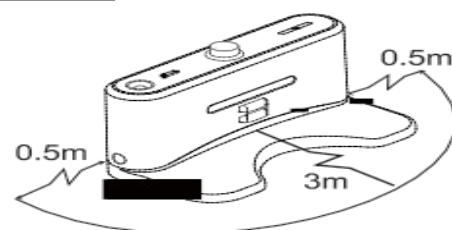

Рис. 1
2. Не должно быть никаких препятствий или углублений в пределах 3 м за и перед базой и 0,5 м справа и слева. (См. рис. 1)
2. Подсоедините выходной разъем адаптора к гнезду для подключения внешнего источника постоянного тока пылесоса, используйте адаптер для подзарядки. (См. рис. 1)